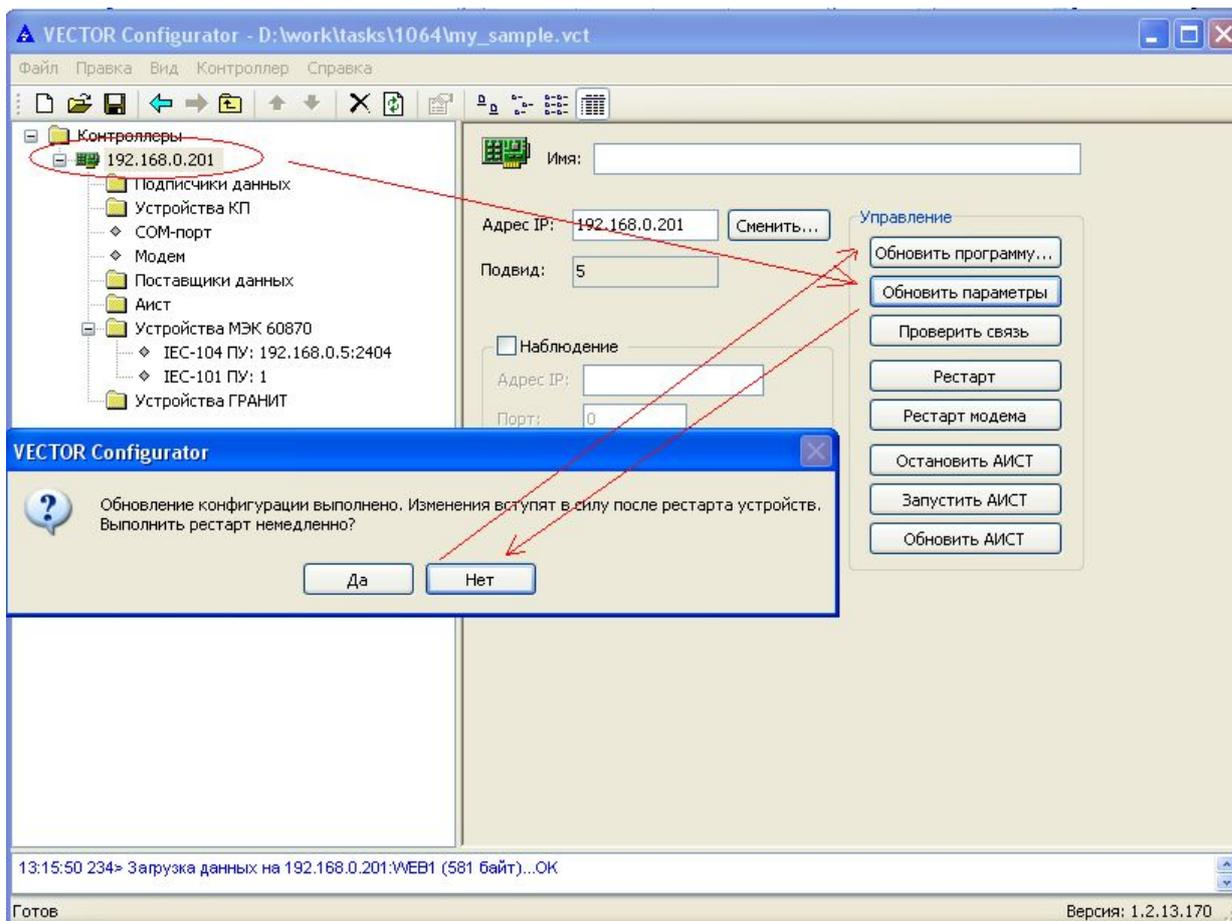

Рисунок 9 – Загрузка модифицированных параметров конфигурации и исполняемого модуля в модуль XPort
- 9) загрузите модифицированные параметры и исполняемый модуль (файл `ies5nm.rom`) в модуль XPort (рисунок 9);